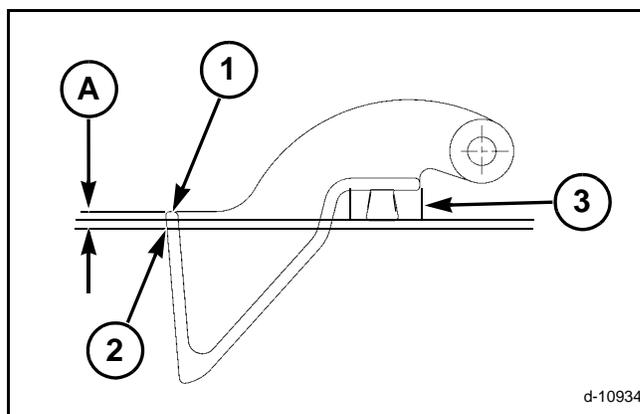

FIG. 99
FIG. 99: El talón (1) de los caballetes para heno en ambos lados y la parte superior de la cámara de enfardado no deben ir más allá de la superficie interior de la cámara de enfardado (2). Si el talón se extiende más allá de la superficie interior de la cámara de enfardado, el caballete para heno puede hacer contacto con el émbolo causando daños a los caballetes para heno, al émbolo o a la estructura.